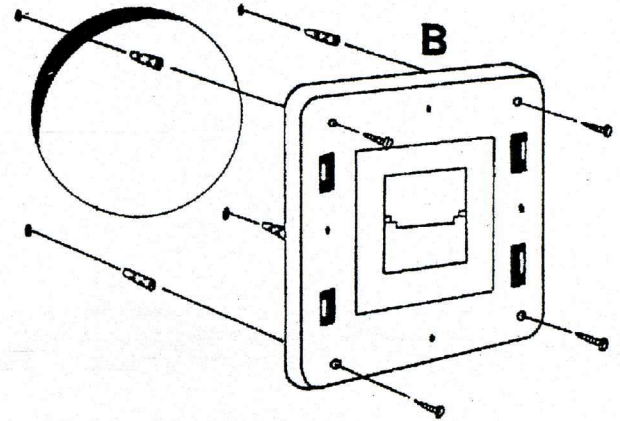

Fig. 2
- 2) Fissare la flangia B al muro mediante viti e tasselli (Fig. 2).
- 2) Fix the flange B to the wall with screws and dowels (Fig. 2)
- 2) Den Flansch B an die Wand mit Schrauben und Dübeln befestigen. (Bild. 2).
- 2) Fixer la plaque B au mur au moyen de vis et de chevilles (Fig. 2).
- 2) Muurplaat B met schroeven en pluggen aan de muur bevestigen (Fig. 2)